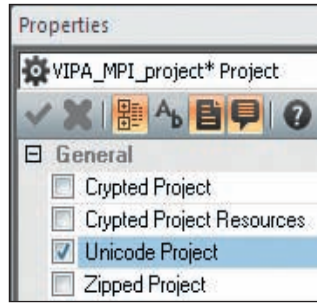

Рис. 3. Изменение кодировки языка проекта
**Замечание.** В уже созданном проекте изменить кодировку можно в окне основных свойств проекта **General** (рис. 3).